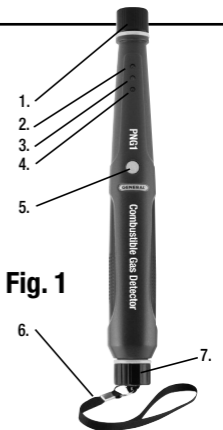

Fig. 1
La Figure 1 illustre les commandes, les indicateurs et les caractéristiques physiques de l'instrument PNG1.
1. Ouvrez le compartiment des piles de l'instrument PNG1 en dévissant le capuchon noir au bas de l'instrument (Fig. 1, légende 7).
Pour activer l'instrument PNG1, appuyer sur le bouton  (Fig. 1, légende 5) et le tenir enfoncé pendant au moins 3 secondes. L'instrument émettra immédiatement une séquence rapide de cinq sons et commencera une période de préchauffage de 15 secondes.